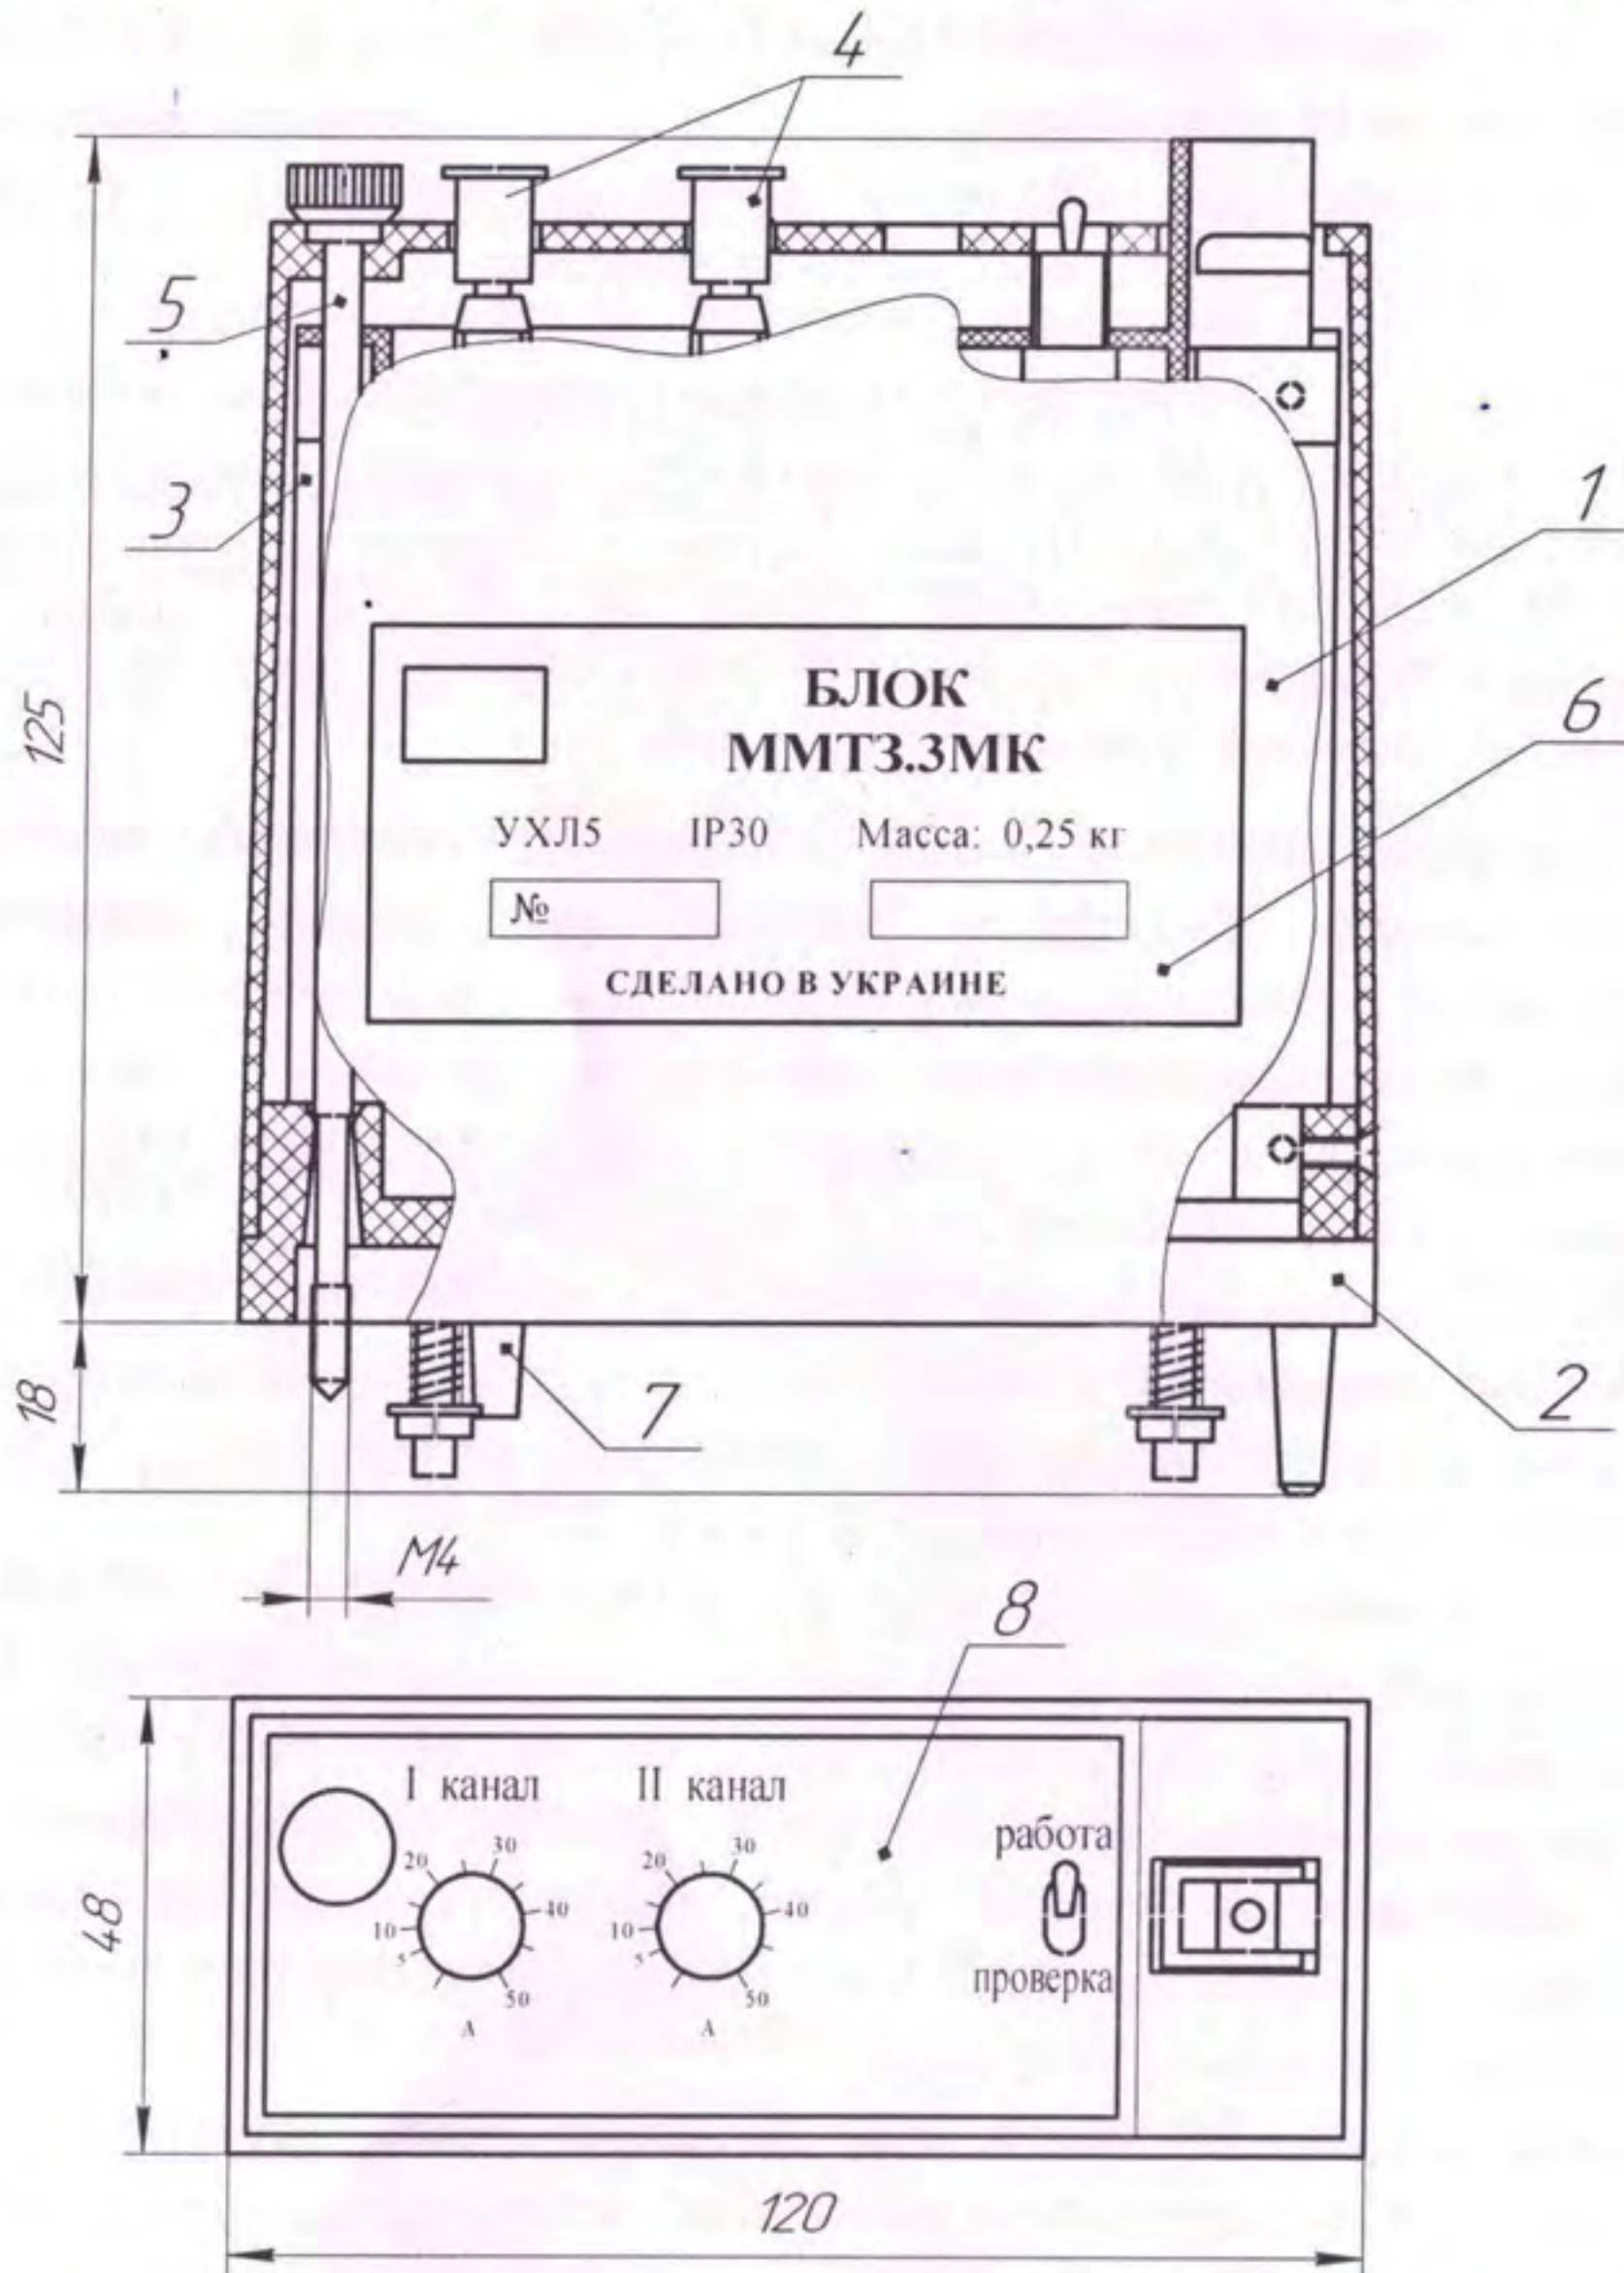

Рисунок 1 – Блок многоканальный максимальной токовой защиты
| - блока ММТЗ – см. рисунок 1;                                  |                     |
4.1 Блок ММТЗ.3МК (рисунок 1) состоит из пластмассового корпуса и основания, на котором крепится вилка соединителя и печатная плата с элементами. На основании имеется ключ для безошибочной установки блока на свое место в аппарате. После установки блок крепится винтом.